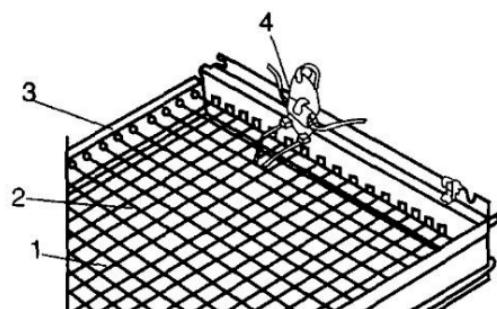

Рис. 94. Решетка для разрезания блока льда:
36.11. Режущая проволочная решетка, на которую подается напряжение, предназначена для разрезания блока льда на кубики определенного размера (рис. 94). Струны немного нагреваются, и блок льда разрезается на полосы, а затем на кубики. Решетка не работает при обрыве, корродировании или ослаблении натяжения струн.